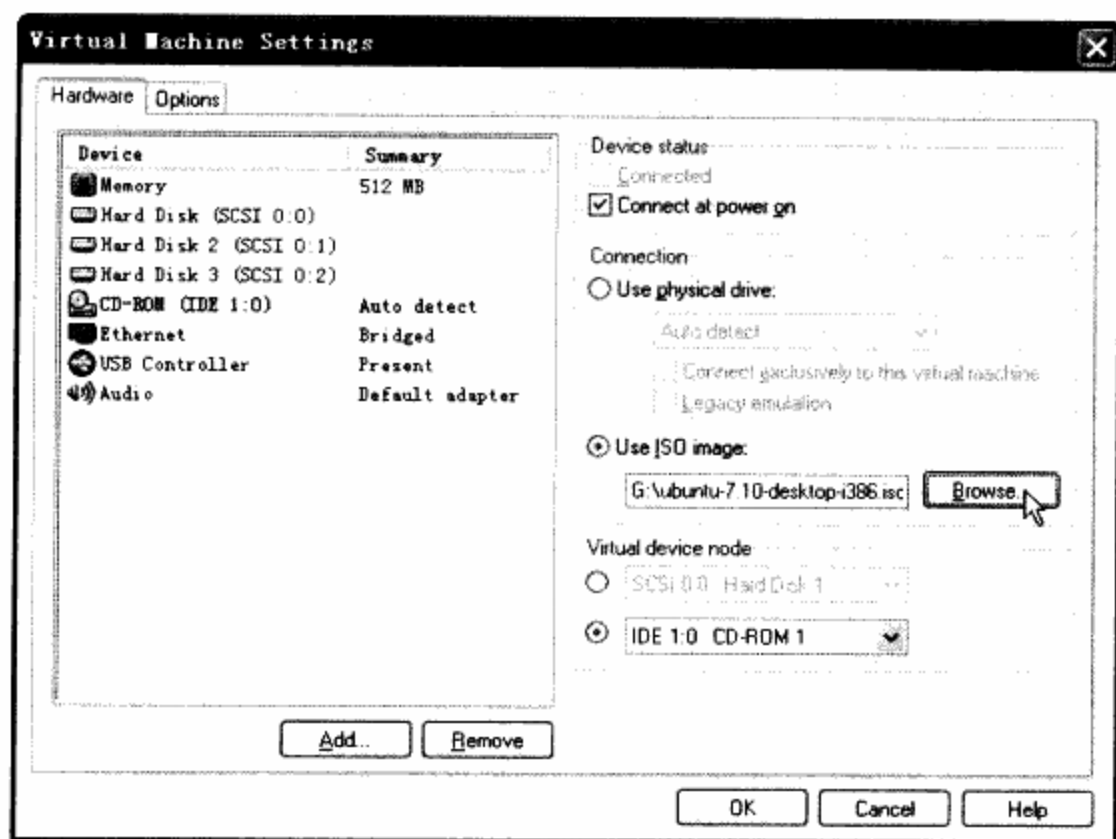
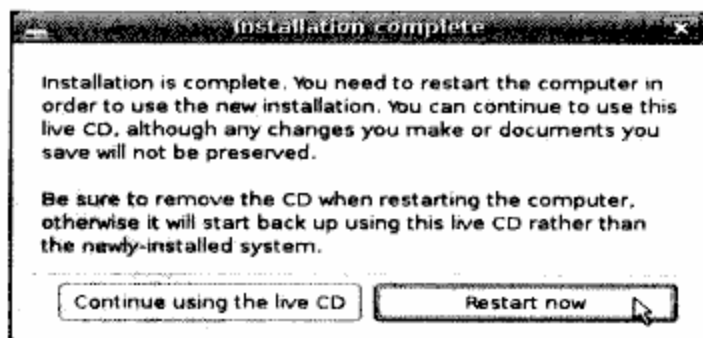

图 2.17 在虚拟机上使用光盘文件
图 2.21 安装结束
如图 2.17 所示，进入虚拟机的编辑界面，选中“CD-ROM”，在右边的界面中选择“Connect at power on”（表示开启虚拟机时就连接光盘）；然后选择“Use ISO image”，如果有实际的光盘，可以选择“Use physical drive”（在安装随书光盘中的代码时就是这样设置的）。
(5) 开始安装系统，当安装完成时，出现如图 2.21 所示的界面。
如果从 VMware 的菜单“VM”→“Setting...”进入虚拟机的设置界面时，在“CD-ROM”的设置界面去掉“Connect at power on”选项（参考图 2.17），此时单击图 2.21 所示的“Restart now”按钮即可（如果不能重启，直接关闭 VMware 后再启动）。